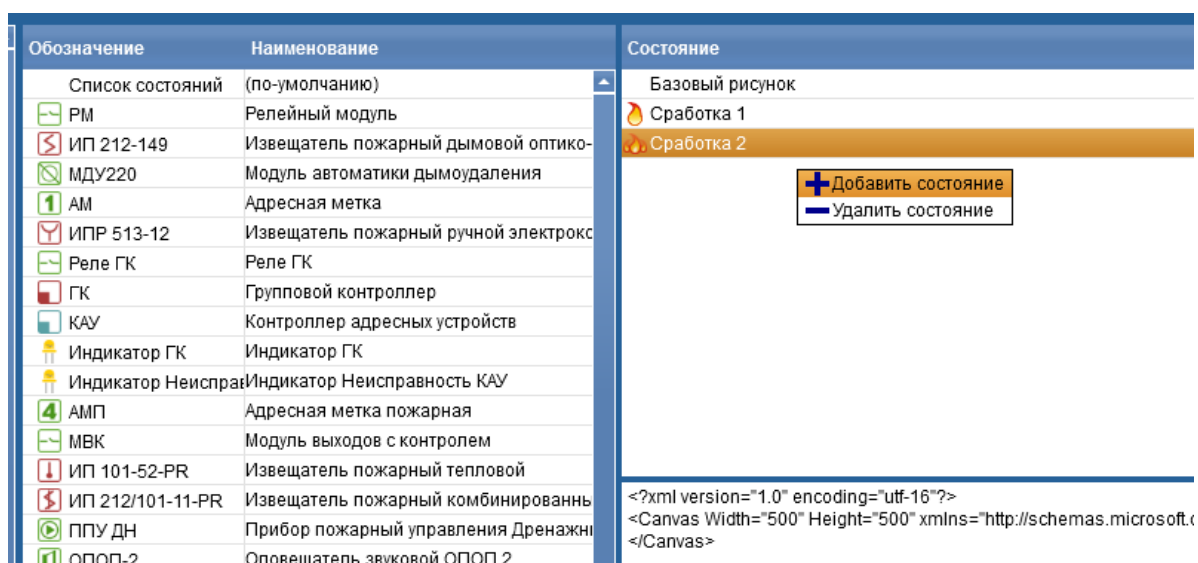

Рисунок 9.5 – Добавление состояния устройства в библиотеке
2. Добавить состояния устройству: для этого выберите добавленное устройство, далее в панели «Состояние» откройте контекстное меню правой кнопкой мыши, затем выберите состояние, для которого далее будет изменено визуальное отображение на плане (рисунок 9.5).